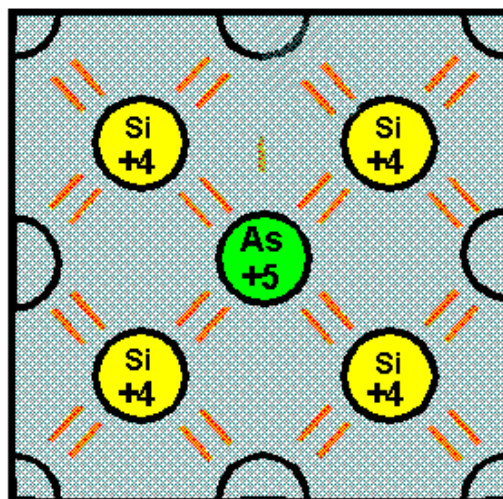
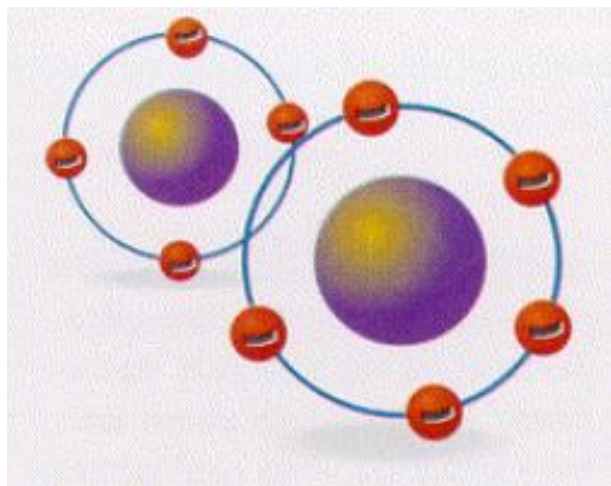

Figura 1.4 – Estrutura de silício com dopagem.
Figura 1.5 – Material tipo N.
Outra forma de aumentar a condutibilidade do material semiconductor é introduzindo impurezas em sua estrutura química, tornando então, um semiconductor contaminado (também chamado de dopagem). Essas impurezas, são inseridas de forma uniforme pelo material e em quantidade controlada (um para um milhão, por exemplo) esse semiconductor apresentará novas características. A Figura 1.4, demonstra como um outro elemento se encaixa na estrutura de silício.
Por exemplo, se for utilizado o arsênio, conforme a Figura 1.4, como impureza, e com ele contaminarmos o silício, haverá então, no silício alguns átomos de arsênio espalhados pelo silício.
Como o arsênio é pentavalente, ou seja, tem cinco elétrons livre na camada de valência, tende a estabelecer cinco ligações com átomos vizinhos, Mas apenas quatro de seus elétrons são compartilhados com os átomos de silício, o quinto elétron ficará livre pelo material servindo, de transportador de carga negativa, notar que na Figura 1.4, há um elétrons livre. Preparado dessa forma o semiconductor é denominado de tipo n (negativo) e os átomos dos materiais que fornecem os elétrons de condução, no caso o arsênio, são denominados de elétrons doadores. Na Figura 1.5, pode-se notar ao fundo o átomo de silício com quatro (4) elétrons na camada de valência e mais a frente o átomo de arsênio com cinco (5) elétrons na camada de valência.